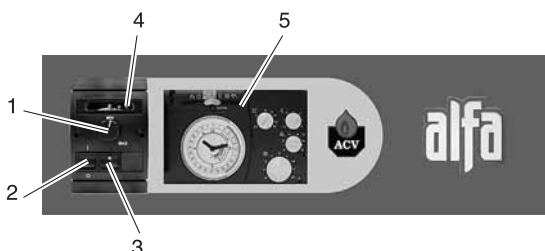

Рис. 22: Панель управления
7.1.1 ОЗНАКОМЬТЕСЬ С ПАНЕЛЬЮ УПРАВЛЕНИЯ (рис. 22)
Выключите главный выключатель котла. (поз. 2, рис. 22)
1 – РЕГУЛИРУЕМЫЙ ТЕРМОСТАТ 60–90°C (поз. 1, рис. 22)
2 – ГЛАВНЫЙ ВЫКЛЮЧАТЕЛЬ (поз. 2, рис. 22)
3 – ПЕРЕКЛЮЧАТЕЛЬ «ЗИМА–ЛЕТО» (поз. 3, рис. 22)
4 – ТЕРМОМЕТР (поз. 4, рис. 22)
5 – КОНТРОЛЛЕР (поз. 5, рис. 22)